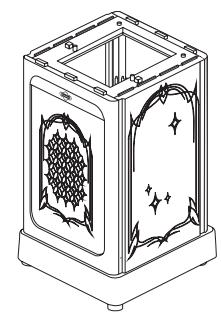

Figura 9
5. Antes de colocar la unidad principal en la plataforma, use dos tornillos n.º 3 para fijar el mango a la puerta de la cámara de almacenamiento. Introduzca los tronillos por la parte trasera de la puerta de almacenamiento y dentro de los orificios roscados del mango, y ajústelos firmemente (FIGURA 9).